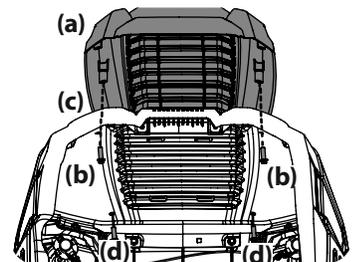

Figura 9
2. Asegure la tapa del capó atornillada (a) desde abajo, ajuste a mano los tornillos (b) que están en la mitad trasera del capó y luego apriete los tornillos con firmeza. Consulte la Figura 9.
3. Con los tornillos traseros en su lugar, alinee los orificios de la tapa del capó (a) con los orificios del capó (c) y fije en su lugar con los restantes dos tornillos (d). Consulte la Figura 9.
- Sujete el deflector del canal en su lugar con la tuerca de seguridad con brida y el tornillo hexagonal que se extrajeron en el paso dos. Ajuste hasta 102-124 pulgadas-libras (11.5-14 N-m). Consulte la Figura 9. Pase a "Ajuste de las Ruedas de la Plataforma".